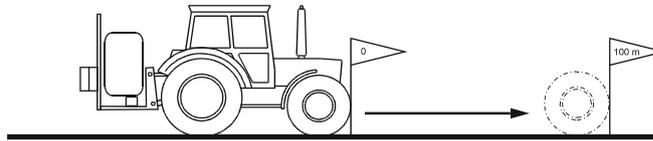

Fig. 4
2. Marque o ponto inicial e final (Fig. 4).